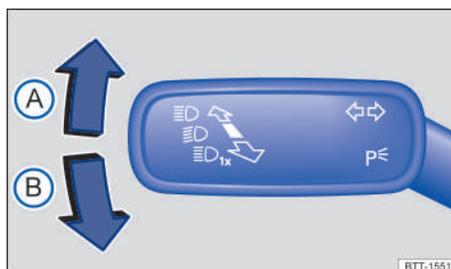

Fig. 74 A la izquierda en la columna de dirección: palanca de los indicadores de dirección y del farol alto.
- Colocar la palanca de los intermitentes y de la luz de carretera en la posición central a la siguiente posición → fig. 74: